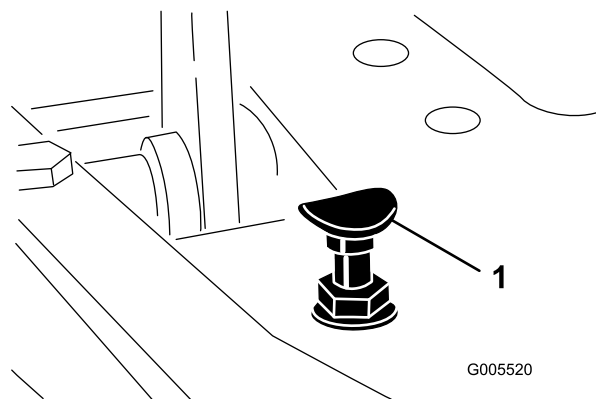

Bild 44
Stellen Sie den Funktionsschalthebel in die TRANSPORT-Stellung und treten Sie auf das Fahrpedal, um die maximale Transportgeschwindigkeit zu erreichen. Wenn das Pedal den Anschlag erreicht (Bild 44), bevor das Kabel gespannt ist, führen Sie folgende Einstellungsschritte aus:
1. Stellen Sie den Funktionsschalthebel in die TRANSPORT-Stellung, lösen Sie die Sicherungsmutter, mit der der Pedalanschlag an der Bodenplatte befestigt ist (Bild 44).